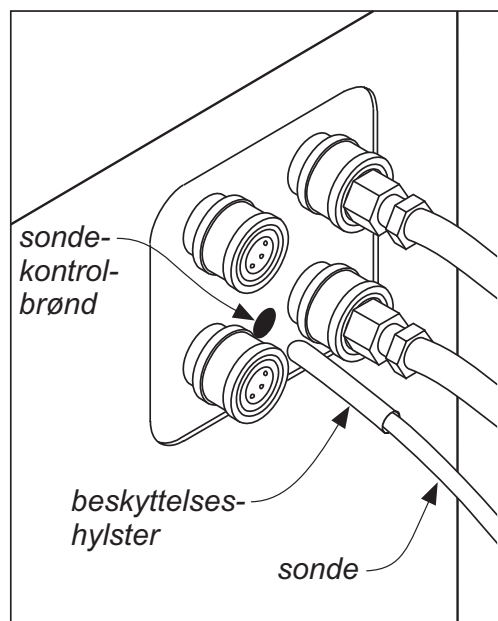

Figure 7—Sondetestbrønden
1. Stik sonden i beskyttelseshylsteret og derefter i *SONDETESTBRØNDEN* på forsiden af maskinens sokkel (fig. 7).